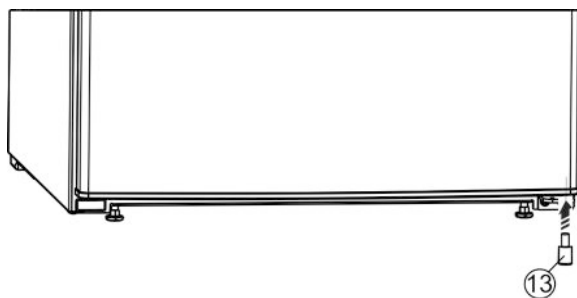

Fig. 7
- De afstandhouder Fig. 7 (13) weer rechtsonder in de deur terugplaatsen, omdat dit belangrijk is voor de stabiliteit van het apparaat.